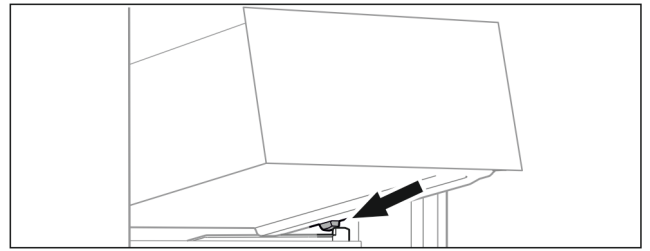

Fig. 28
- Predal postavite v poševnem položaju za zaustavljalniki na nastavek za posodo. (glejte Fig. 28)